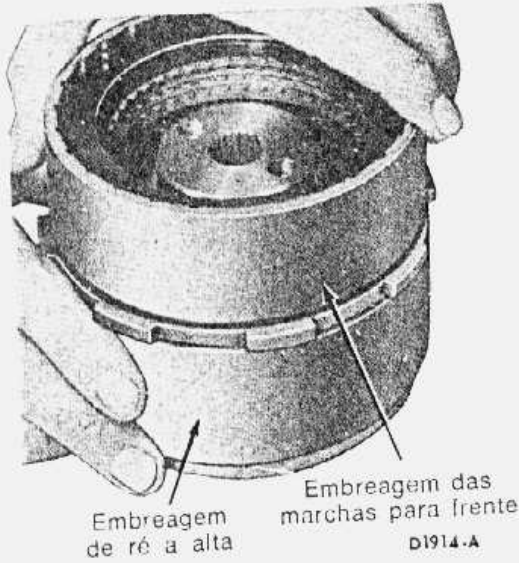

fig. 100 — instalação das unidades de embreagem
22. Na bancada, instalar a embreagem das marchas para frente na embreagem de marcha-à-ré e alta, fazendo girar as duas unidades para engrenar os discos da embreagem da marcha-à-ré e alta com as estrias da embreagem das marchas para frente (fig. 100).